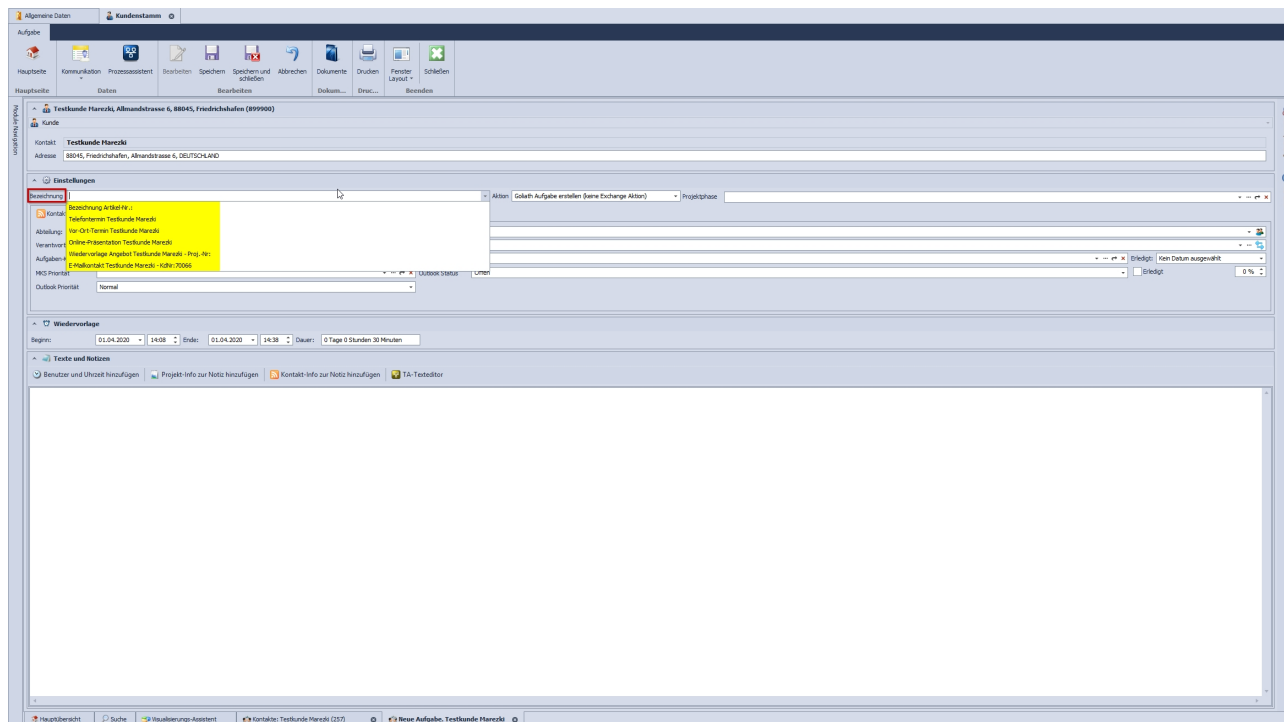

Abb. 3
3. Erstellt man nun wie im Beispiel über den Kundenstamm eine neue Aufgabe, stehen diese Aufgabenbezeichnungen in dem jeweiligen Modul zur Verfügung (Abb. 3)